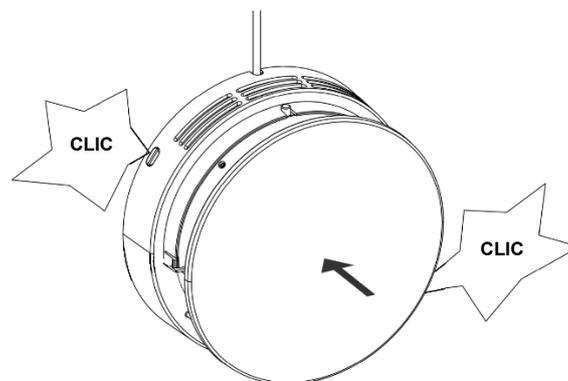

Figure 17 - Remplacez la centrale dans le mur.
5. Remplacez la centrale dans le mur et enfoncez-la avec précaution jusqu'à ce que les encoches s'enclenchent (voir Figure 17 ci-dessous).